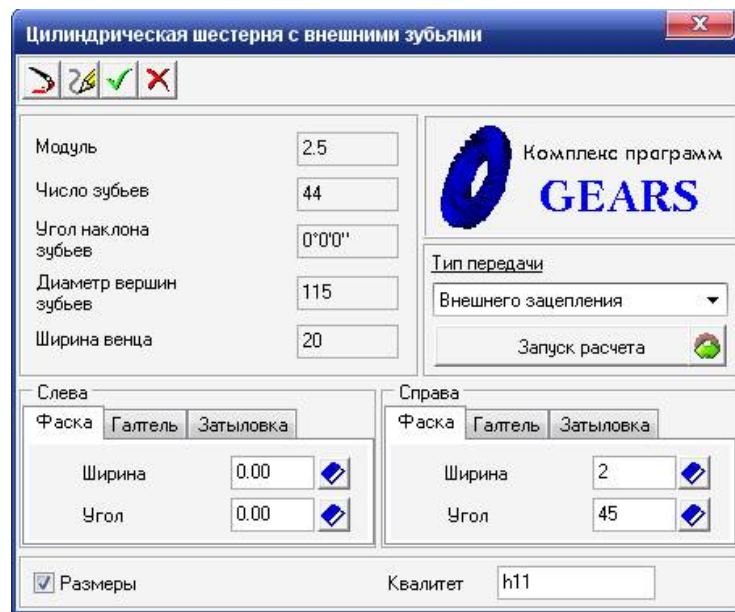

Рисунок 1.14 - Вікно системи **Цилиндрическая шестерня с внешними зубьями** з результатами розрахунків
11. оберіть в діалоговому вікні пункт **Колесо Z = 44** , а потім натисніть кнопку **ОК**. Основні параметри обраного зубчастого колеса будуть показані в якості довідкових даних в лівій верхній частині вікна системи **Цилиндрическая шестерня с внешними зубьями** (рисунок 1.14);